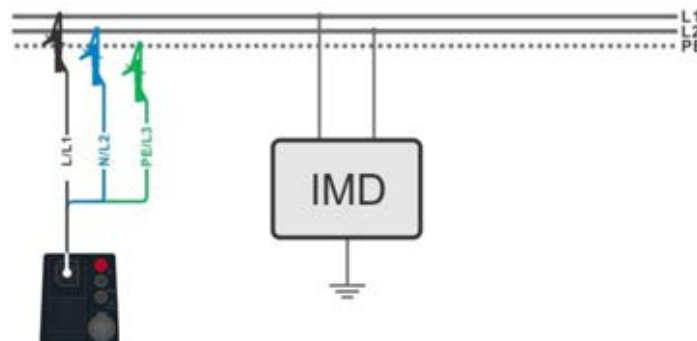

Abbildung 4.82: AUTO IT Messung
- Schließen Sie die 3-Leiter-Leitung am Prüfobjekt an, siehe **Abbildung 4.82**.